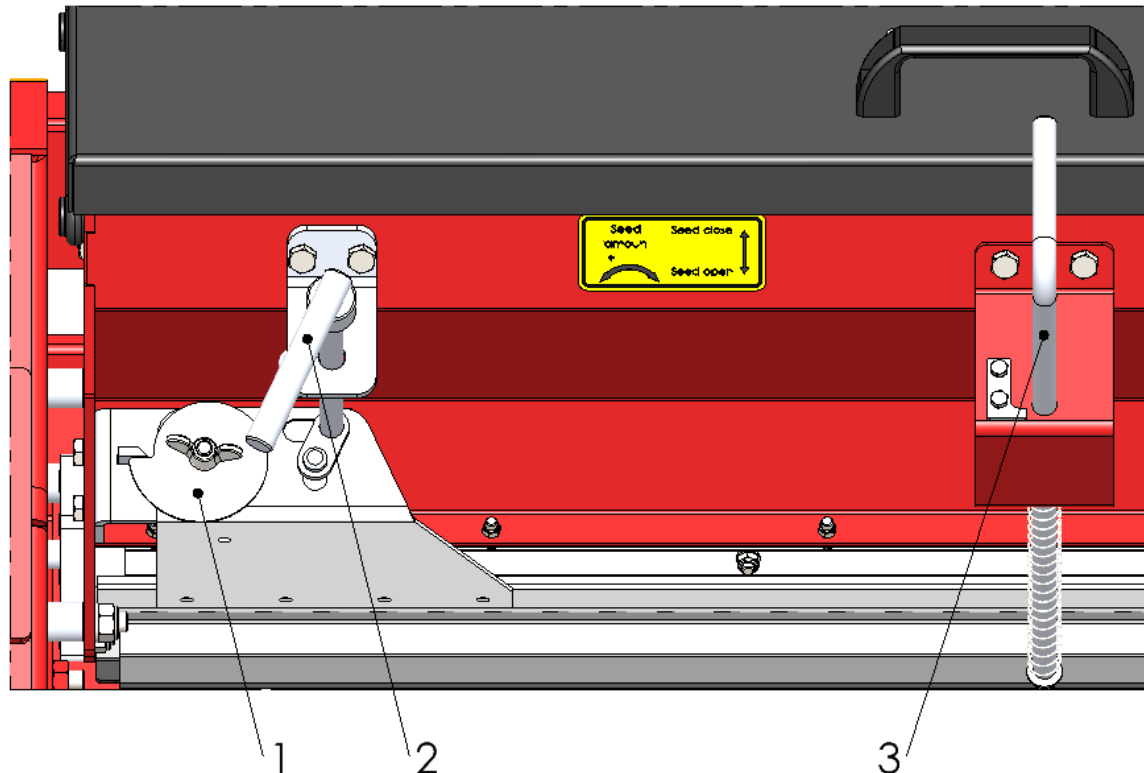

Figure 6
Le Cultipack Seeder est équipé d'un mécanisme permettant de régler avec précision la quantité de semences. Ce mécanisme se compose de deux plaques en acier inoxydable percées de trous qui peuvent coulisser l'une par rapport à l'autre. Le glissement fait que les trous des plaques se chevauchent plus ou moins et laissent passer plus ou moins de graines. Les plaques peuvent être actionnées avec le levier gauche (2). (Voir la Figure 6).
3. Réglez le levier du débit de semences (2) sur la position minimale. (Figure 6)
7. Placez le levier de réglage du débit de semences (2) sur la position maximale.
2. Tournez le levier de réglage de semence (2) en position minimale (Figure 6).
7. Faites une estimation du réglage correct de la came de réglage et tournez la came (1) à la valeur estimée. Si aucune valeur ne peut être estimée, 65 est un bon point de départ. (Voir Figure 6)
8. Tournez le levier permettant de régler la quantité de semences (2) en position maximale (voir Figure 6).
9. Placez le levier droit (3) en position 'seed open'.
11. Retirez le bac à semences (1) de la machine et videz-le dans un récipient, un pot ou tout autre réceptacle.
13. Si le Cultipack Seeder disperse trop (ou trop peu) de graines, repositionnez la came de réglage (1). Déterminez quel serait le meilleur réglage et réglez la came. (Voir la Figure 6). Répétez la procédure.